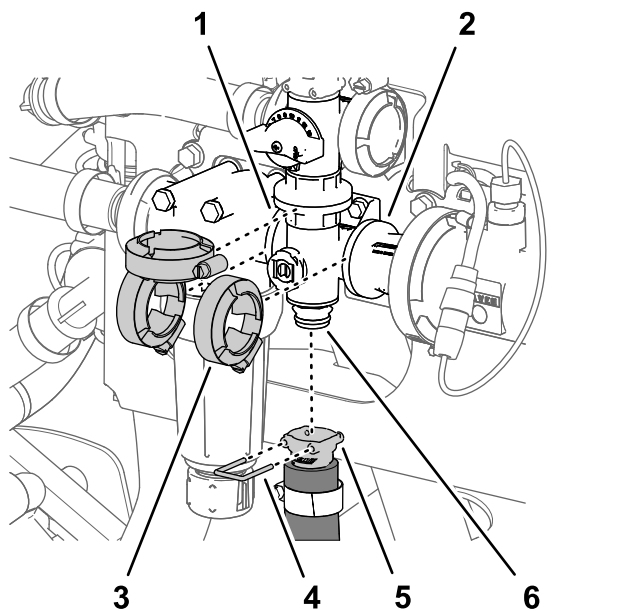

Figure 106
1. Retirez l'étrier qui fixe le raccord rapide du flexible d'agitation au collecteur de la vanne d'agitation (Figure 106).
2. Retirez les 3 colliers bride qui fixent le collecteur de vanne d'agitation aux brides de la tête du filtre sous pression et à l'adaptateur d'accouplement (Figure 106).